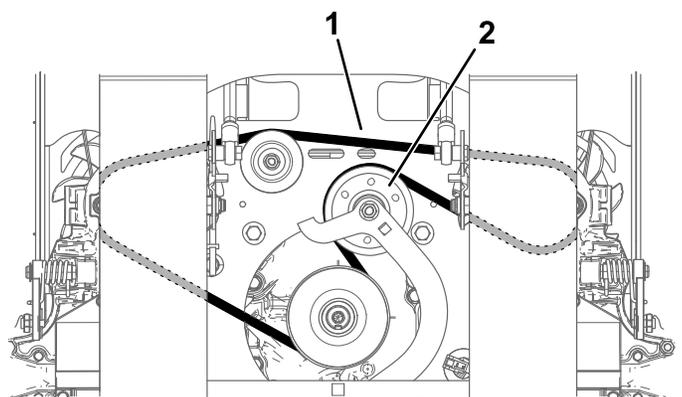

図 58
- 6. ベルトを取り外す 図 58。
- 8. 図 58に示すように、新しいベルトを配設する。